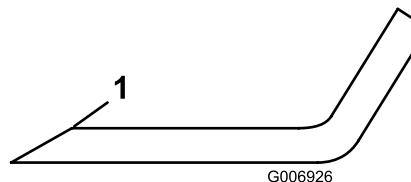

Figure 30
1. Au moyen d'une lime, aiguisez les tranchants aux deux extrémités de chaque lame (Figure 30). Veillez à conserver l'angle de coupe d'origine. Limez la même quantité de métal sur les deux tranchants pour ne pas déséquilibrer la lame.